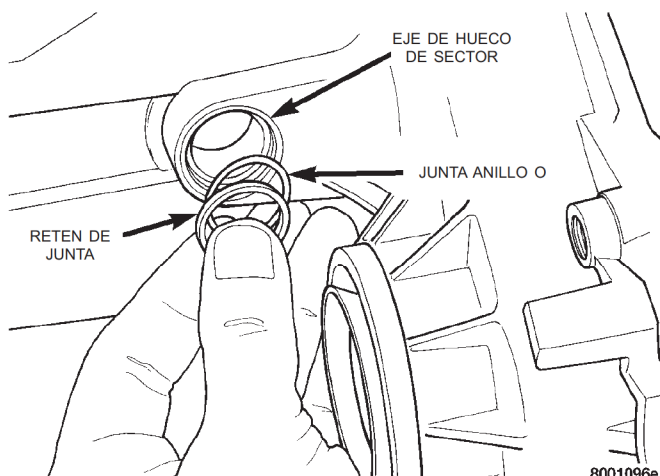

Fig. 27 Desmontaje de casquillo y anillo O del sector
(6) Retire el casquillo y el anillo O del sector de cambio (Fig. 27).